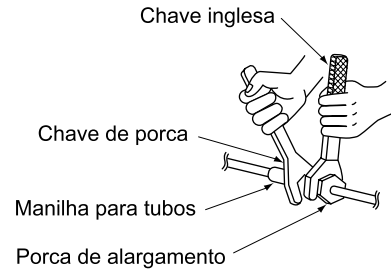

Fig. 16
- Certifique-se de que utiliza uma chave-inglesa e uma chave de porcas em conjunto ao ligar e desligar tubos da unidade. **(Consulte a Fig. 16)**